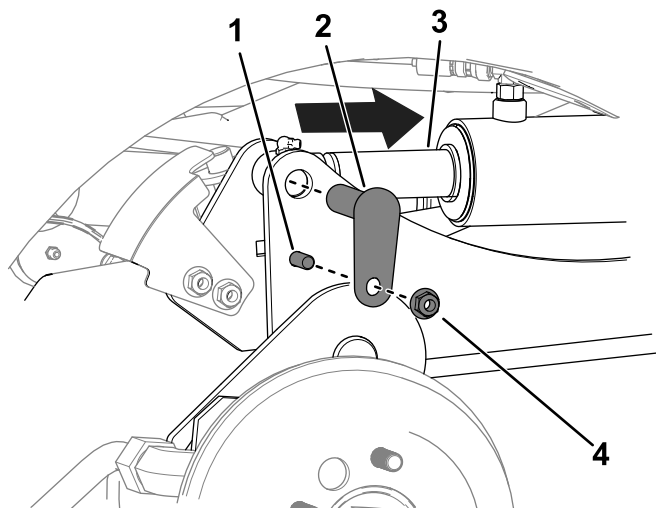

Figura 10
orificios de los brazos de elevación (Figura 10).
D. Utilice 2 pernos ($\frac{3}{8}$ " $\times$ $1\frac{1}{4}$ "), 2 tuercas ($\frac{3}{8}$ ") y 2 pasadores pequeños para sujetar los brazos de elevación a los cilindros (Figura 10).